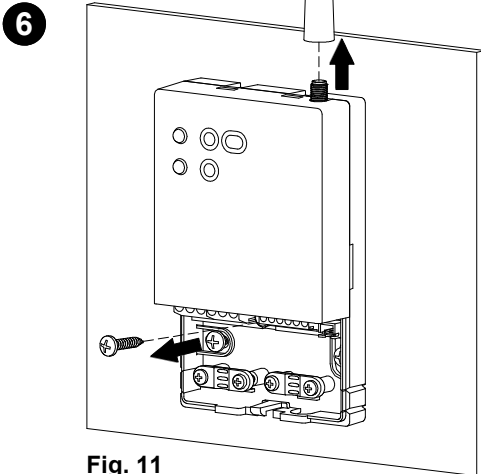

Fig. 11
- 6 Togliere l'antenna e svitare la vite che tiene bloccata la calotta con la base (Fig. 11).